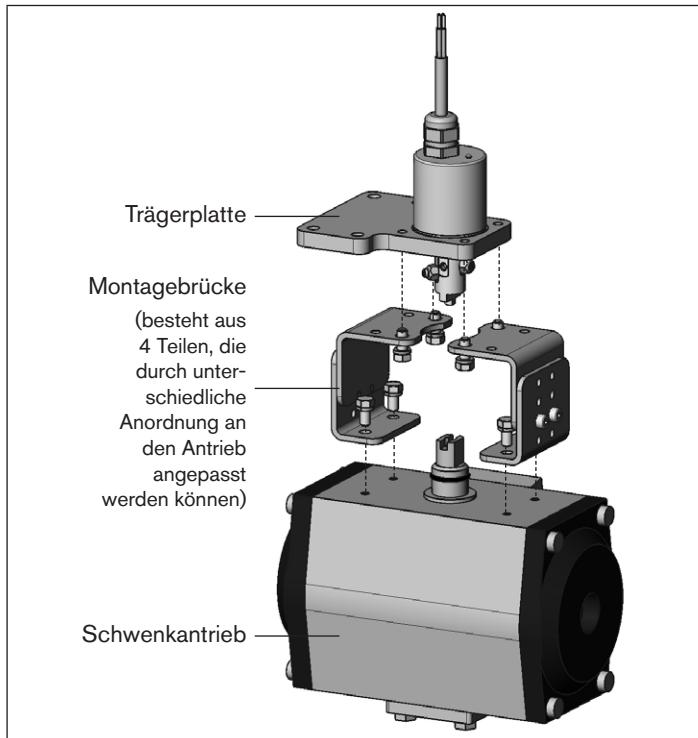

Bild 23: Anbau des rotativen Remote Sensors an einen Schwenkantrieb
- Trägerplatte des rotativen Remote Sensors mit 4 Zylinderschrauben und Federringen auf die Montagebrücke schrauben (siehe „Bild 23“).
→ Montagebrücke mit 4 Zylinderschrauben und Federringen auf den Schwenkantrieb schrauben (siehe „Bild 23“).